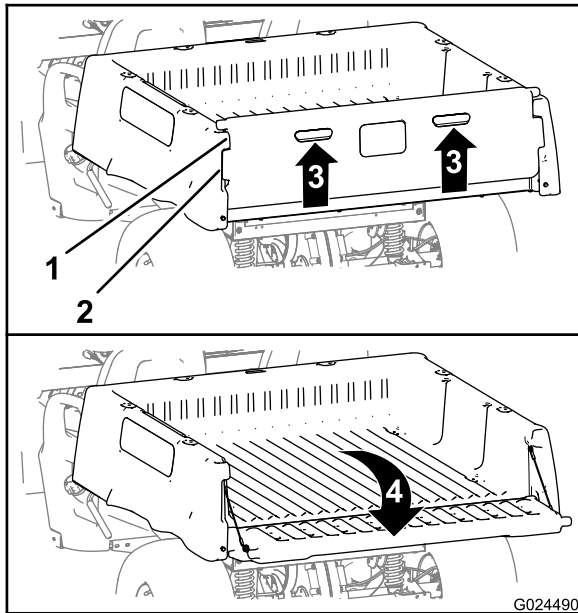

Figura 18
2. Sollevate agendo sugli elementi di spinta sul pannello posteriore della sponda posteriore (Figura 18).
3. Allineate le flange di bloccaggio della sponda posteriore alle aperture tra le flange della sponda stessa del cassone (Figura 18).
4. Ruotate la sponda posteriore indietro e in basso (Figura 18).
6. Ruotate la sponda posteriore in alto e in basso in modo che le flange di bloccaggio della sponda stessa siano a filo con la tasca della sponda nel cassone (Figura 18).
7. Abbassate la sponda posteriore in modo che si posizioni sul retro del cassone (Figura 18).